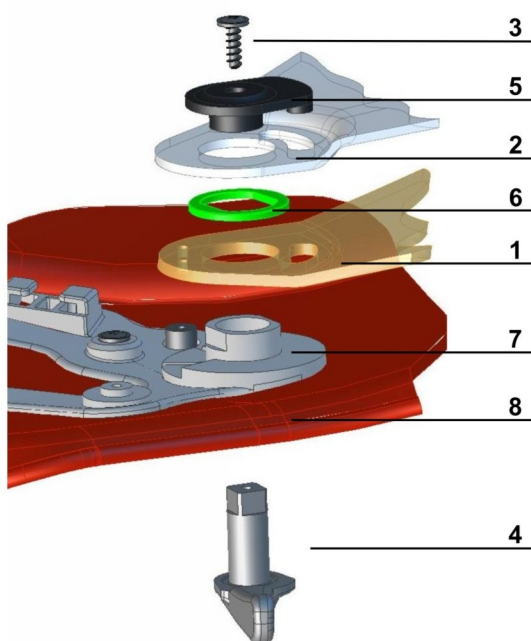

Fig. 17 Sostituzione delle protezioni facciali (visore o occhiali).
1. Avvitare la vite (voce 3, Fig. 17) attraverso il foro della cinghia di ritenzione fuori dall'asse degli occhiali.
2. Estrarre l'innesto (voce 5, Fig. 17) e gli occhiali danneggiati (voce 2, Fig. 17).
1. Avvitare la vite (voce 3, Fig. 17) attraverso il foro della cintura di ritenzione fuori dell'asse degli occhiali.
2. Estrarre l'innesto (voce 5, Fig. 17), gli occhiali di protezione (voce 2, Fig. 17), il distanziatore (voce 6, Fig. 17) e la visiera danneggiata (voce 1, Fig. 17).